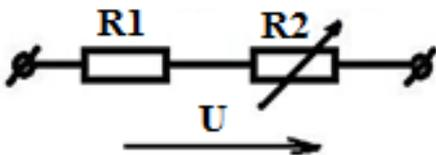

Рис. 1.39. Схема к контрольному вопросу 3
3. Как изменится напряжение на сопротивлении R_1 , если сопротивление R_3 уменьшилось при неизменном напряжении U (рис. 1.39)?